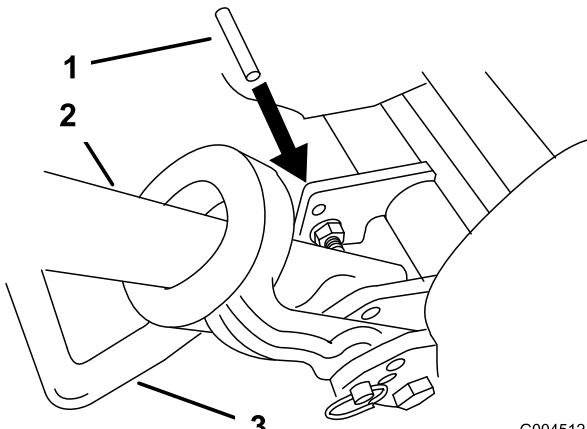

Figura 44
- Baje el soporte de pie. Inserte un pasador o similar de 6,4 mm de diámetro en el taladro del bastidor situado por encima del perno de montaje del soporte de pie (Figura 44).